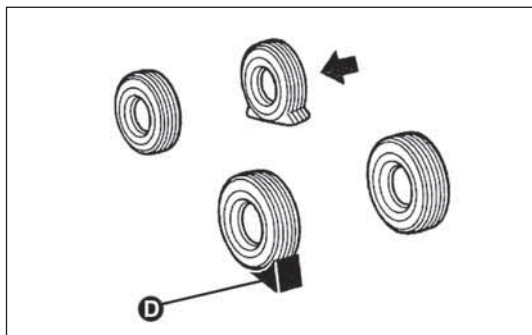

рис. 134b
- ❑ установить блокировочный клин D сзади колеса, расположенного по диагонали напротив заменяемого, рис. 134b, во избежание смещений автомобиля при подъеме.